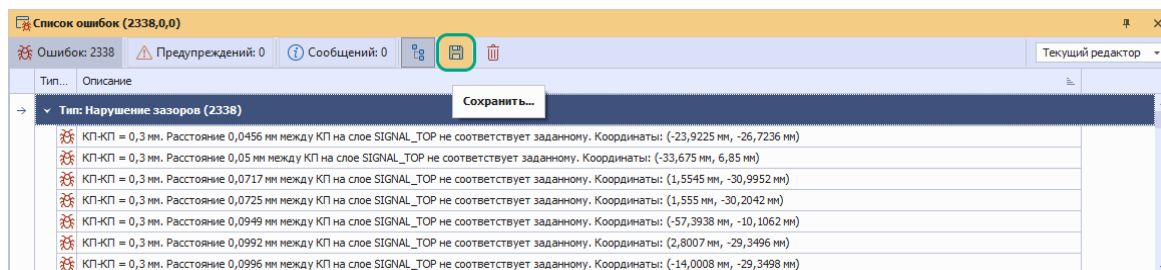

Рис. 373 Переход к выбору директории сохранения
1. Нажмите кнопку «Сохранить», см. Рис. 373.